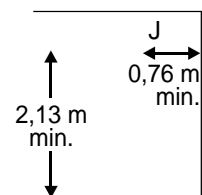

Fig. 3
3. Asegúrese de que las paletas (J) del ventilador queden a por lo menos 30 pulgadas (76 cm) de cualquier obstrucción. Verifique la longitud del vástago (A) para asegurarse de que las paletas (J) queden a por lo menos 7 pies (2,13 m) arriba del nivel del piso. [Fig. 3]